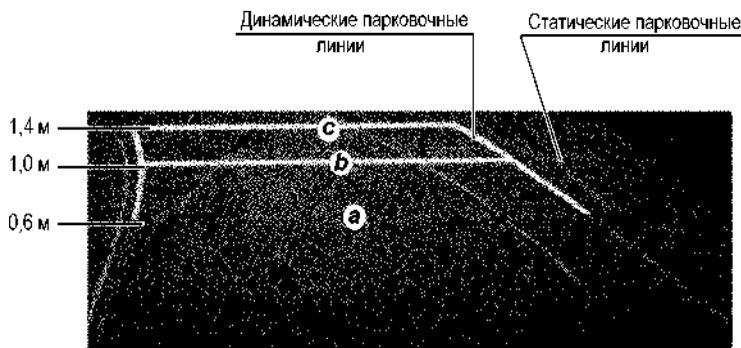

Рис. 3.20. Парковочные статические и динамические линии:
Камера заднего вида встроена в накладку фонаря освещения номерного знака и предназначена для помощи водителю при движении задним ходом, позволяет получать информацию о ситуации на дороге позади автомобиля, с помощью изображения на дисплее. Камера заднего вида показывает на экране мультимедиа системы направляющие статические (коридор движения автомобиля) и динамические (зависят от угла поворота рулевого колеса) парковочные линии и вид позади автомобиля рис.3.20.
**Линия расстояния (красная)** рис.3.20.